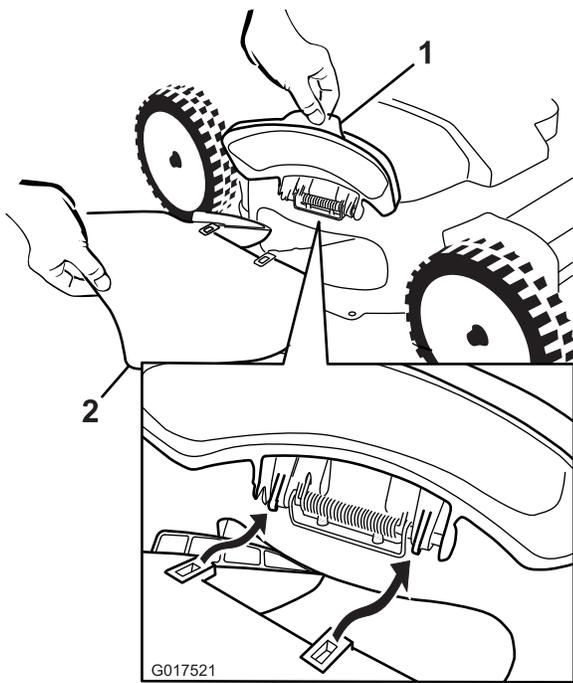
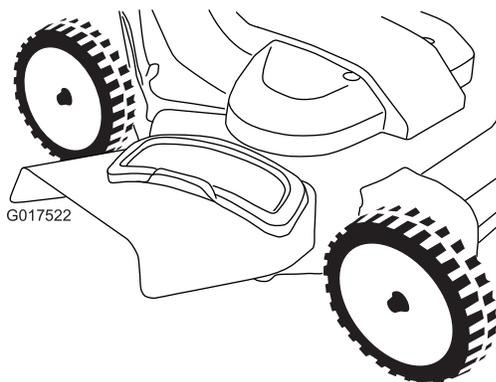

Figure 27
Figure 28
1. Soulevez et ouvrez le déflecteur d'éjection latérale (Figure 27).
2. Installez l'éjecteur latéral comme illustré (Figure 27 et Figure 28), puis fermez le déflecteur sur l'éjecteur.